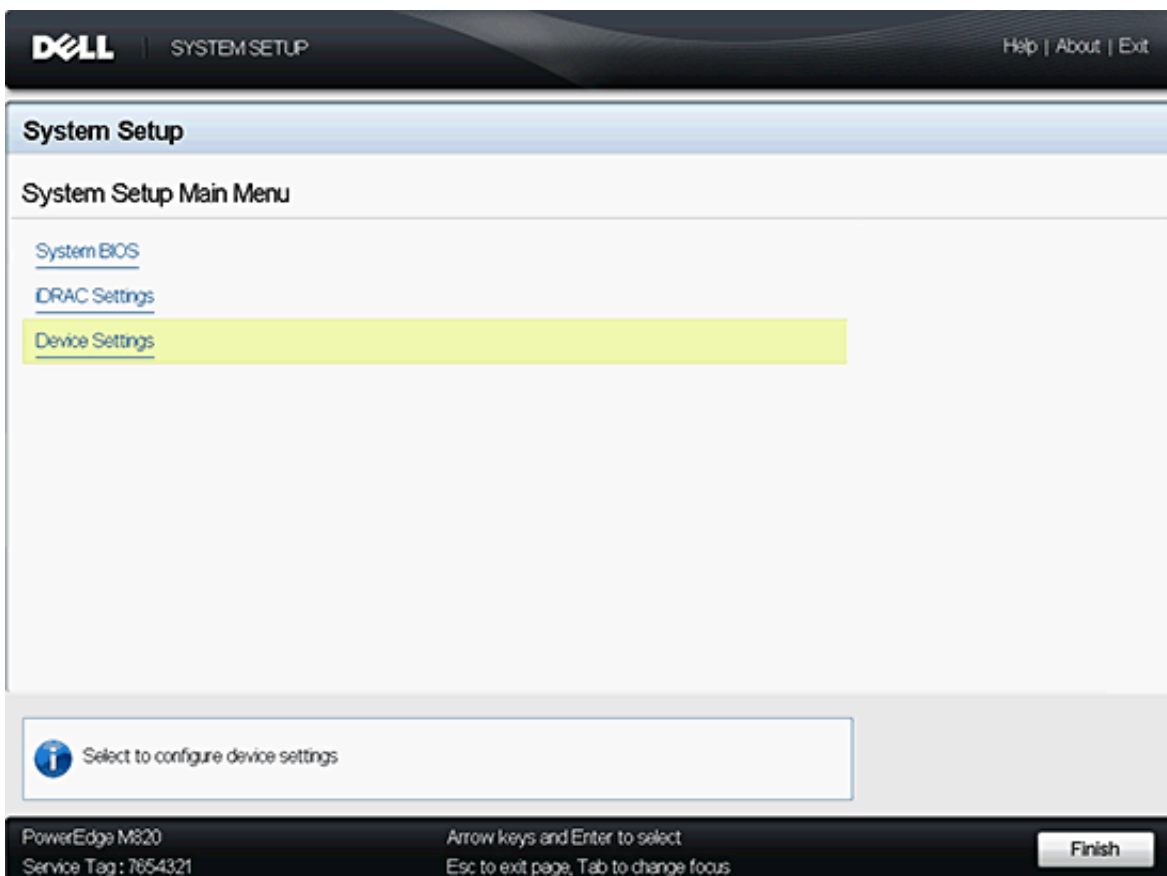

Abbildung 5-1. Seite „System Setup Main Menu“ (System-Setup – Hauptmenü)
- System Setup Main Menu (System Setup-Hauptmenü) (siehe Abbildung 5-1)
2. Wählen Sie **Device Settings** (Geräteeinstellungen) aus (siehe Abbildung 5-1).